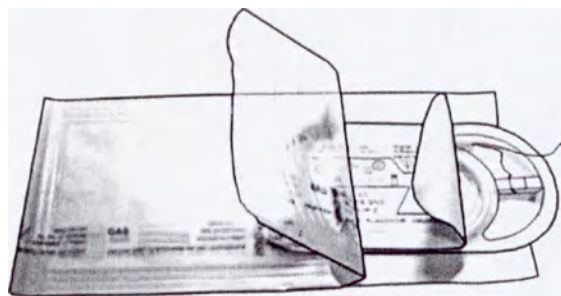

Рисунок 2
7.2 Нить с иглой (иглами), закрепленной (закрепленными) на фиксаторе игольных наконечников, вставленная в трубку, помещенная в индивидуальную тару (рисунок 2).